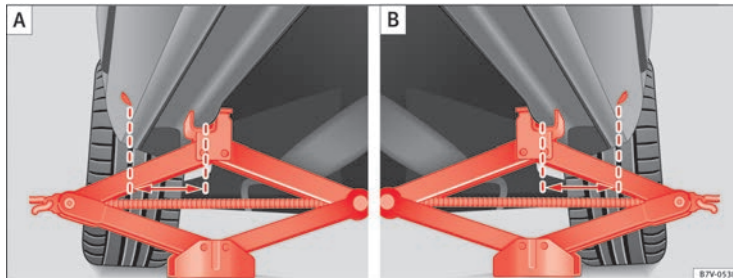

Abb. 186 Ⓐ: Wagenheber vorn an der linken Fahr-
⇒ Abb. 186. Es gilt der Aufnahme-
7. Sicherstellen, dass der Wagenheberfuß mit der ganzen Fläche sicher auf dem Boden steht und sich der Wagenheberfuß genau unter dem Ansetzpunkt ⇒ **Abb. 186** befindet.
8. Den Wagenheber ausrichten und gleichzeitig die Wagenheberklaue weiter hochkurbeln, bis die Klaue den Steg unter dem Fahrzeug ⇒ **Abb. 186** umfasst.
- Wagenheber nur an den beschriebenen Stellen ansetzen. Die Klaue des Wagenhebers muss den Steg des Unterholms sicher umfassen ⇒ **Abb. 186**.